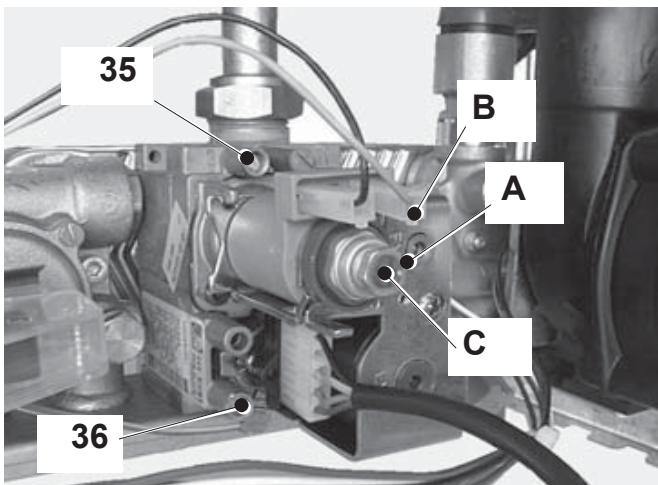

Рисунок 7.1
- Ослабьте внутренние болты 35 (Рисунок 7.1) на выходной контрольной точке газового клапана и подсоедините датчик давления, используя подходящий шланг.
- Чтобы увеличить давление, поверните регулировку максимального давления газа (А Рисунок 7.1) до тех пор, пока Вы не получите необходимое давление (при вращении по направлению часовой стрелки, давление возрастает)
- Отключите модулирующую газовую катушку, отсоединив электрический контакт В (Рисунок 7.1).